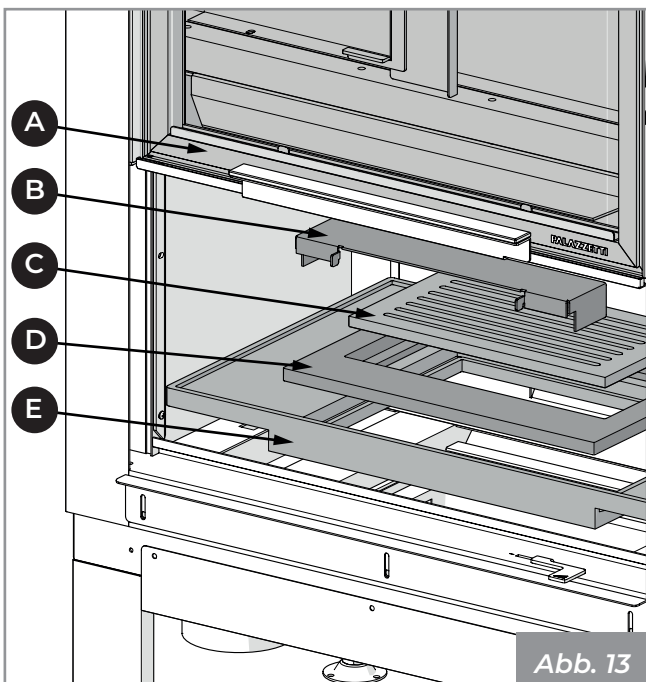

Abb. 13
- 1) Öffnen Sie die Tür (A), indem Sie sie nach oben drücken.
- 2) Heben Sie den Verbrennungsluft-Deflektor (B), das Gitter (C), den Gitterträger (D) und das Kohlenbecken (E) (Abb. 13) an und ziehen Sie sie heraus.